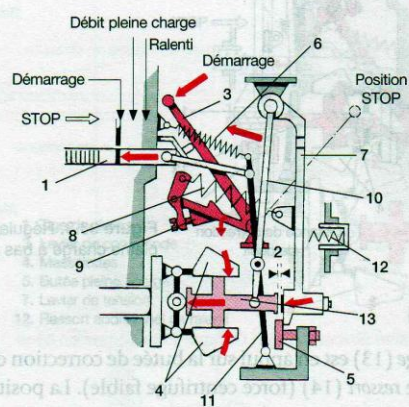

Figure 93.1. Régulateur RSV, position démarrage
Masselottes (4) au repos, levier de commande (3) en accélération maximale (angle  $\alpha$ ), levier de tension (7) en *butée* de pleine charge (5), le ressort de démarrage (6) amène la *tige de réglage* (1) en position « débit de démarrage » (la course (2) de la *douille de guidage* (13) en supplément du débit de pleine charge) (fig. 93.1).